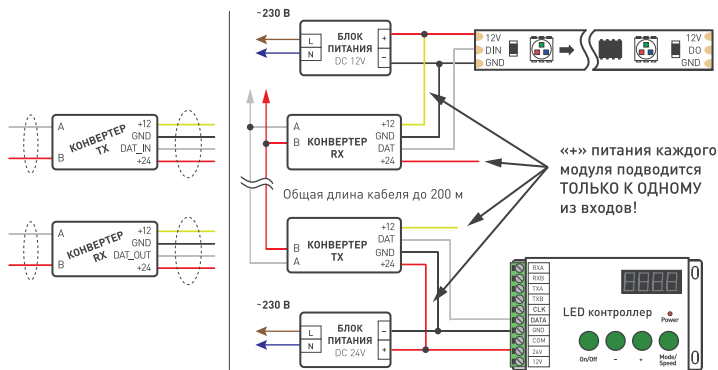

Рис. 1. Подключение конвертеров
- 3.2. Подключите конвертеры в соответствии со схемой (см. рис. 1).